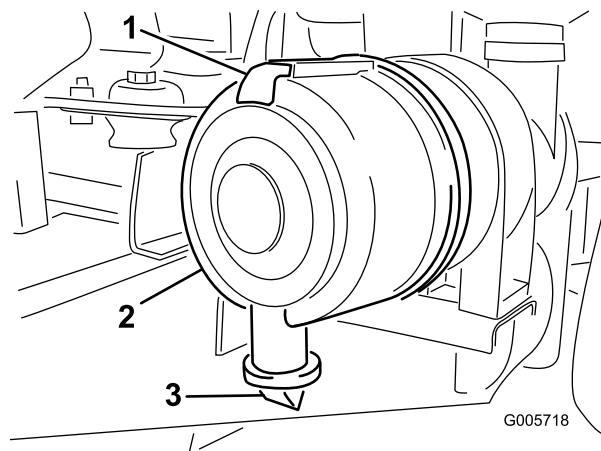

Bild 44
1. Ziehen Sie den Verschluss nach außen und drehen die Luftfilterabdeckung entgegen dem Uhrzeigersinn (Bild 44).
4. Reinigen Sie den Schmutzauswurfanschluss in der abnehmbaren Abdeckung (Bild 44). Nehmen Sie das Gummiablassventil von der Abdeckung ab, reinigen Sie den Hohlraum und wechseln Sie das Ablassventil aus.